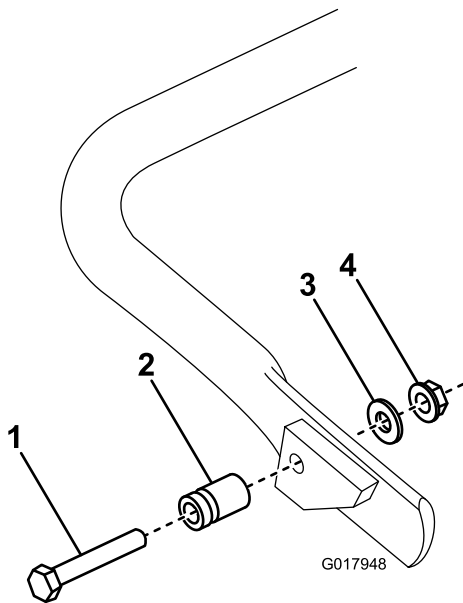

图5
1. 仅限型号 04056，使用提供的螺栓、垫圈和凸缘螺母，将弹簧柱螺栓连接到支撑架的右侧（图5）。